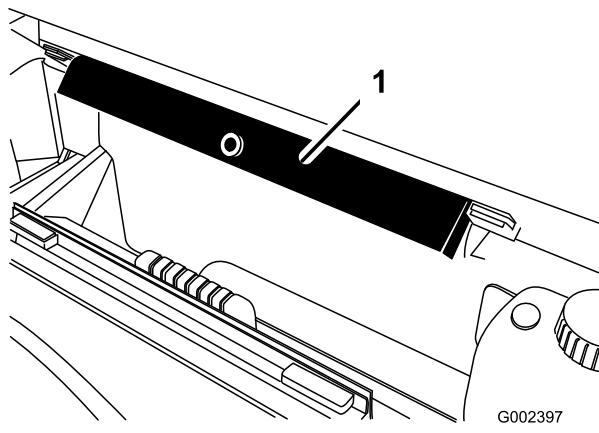

Figura 32
2. Staccate il supporto del pianale dalle staffe su cui è riposto, sulla parte posteriore del pannello del sistema ROPS (Figura 32).